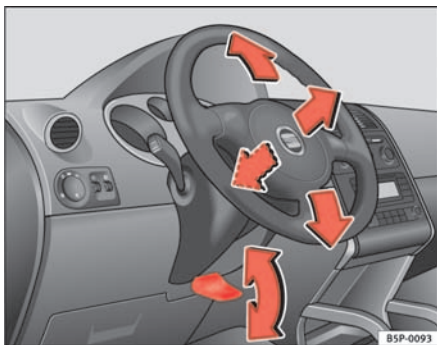

Abb. 91 Lenkradposition einstellen
- Schwenken Sie den Hebel ⇒ Abb. 91 unter der Lenksäule nach unten ⇒ ⚠.